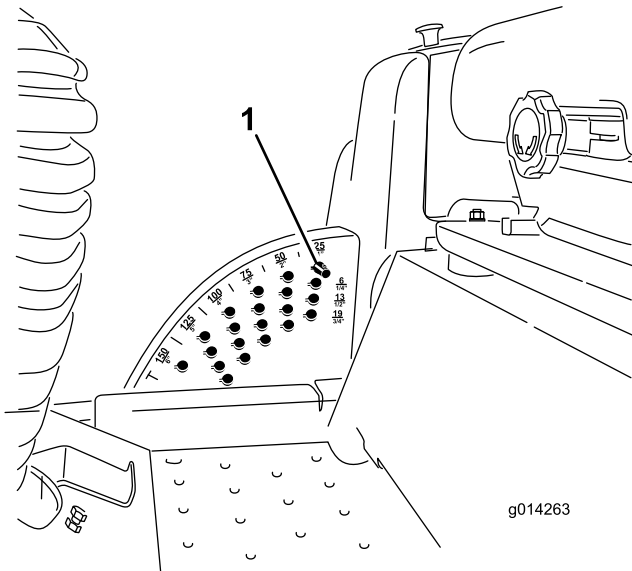

图24
1. 如图24所示，在发动机运行的同时，向后推刀盘提升开关，直至剪草机刀盘完全升起，然后立即松开开关。
2. 旋转剪草高度销，直至销上的小块与剪草高度支架孔内的槽在一条线上，然后取下销（图24）。
3. 选择剪草高度支架对应所需剪草高度的孔，插入销，将其向下旋转并锁定到位（图24）。
**注意：** 共有 4 排孔的位置（图24）。最上面的一排是高于限位销的列明剪草高度。其下第二排的剪草高度为列明剪草高度加 6mm。其下第三排的剪草高度为列明剪草高度加 12mm。最下面一排的剪草高度为列明剪草高度加 18mm。15.8cm 位置仅有 1 个孔，位于第二排。此孔不需添加 6mm 即可到 15.8cm 位置。